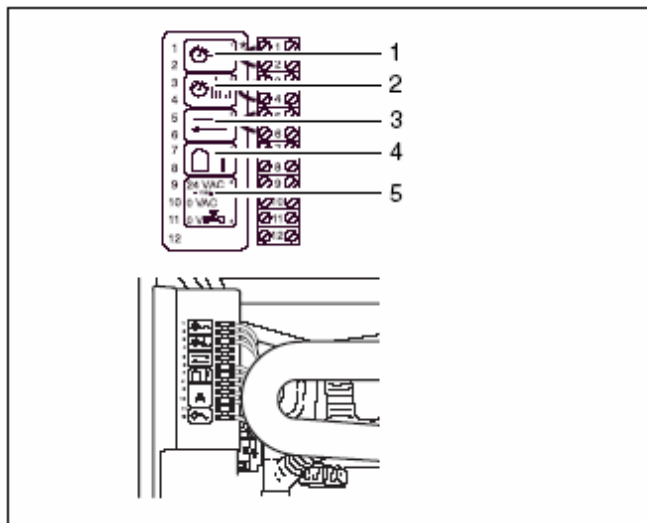

Рис. 13 Подключение регулирующего устройства
- В трехходовом клапане без штекера: трехходовой клапан подключить к зажимам 9 и 11 колодки зажимов (рис. 13, поз. 5).
- Удалить перемычку и подключить регулирующее устройство к колодке зажимов в соответствии с электрической схемой (рис. 13).
легенда к рис. 13. 13: